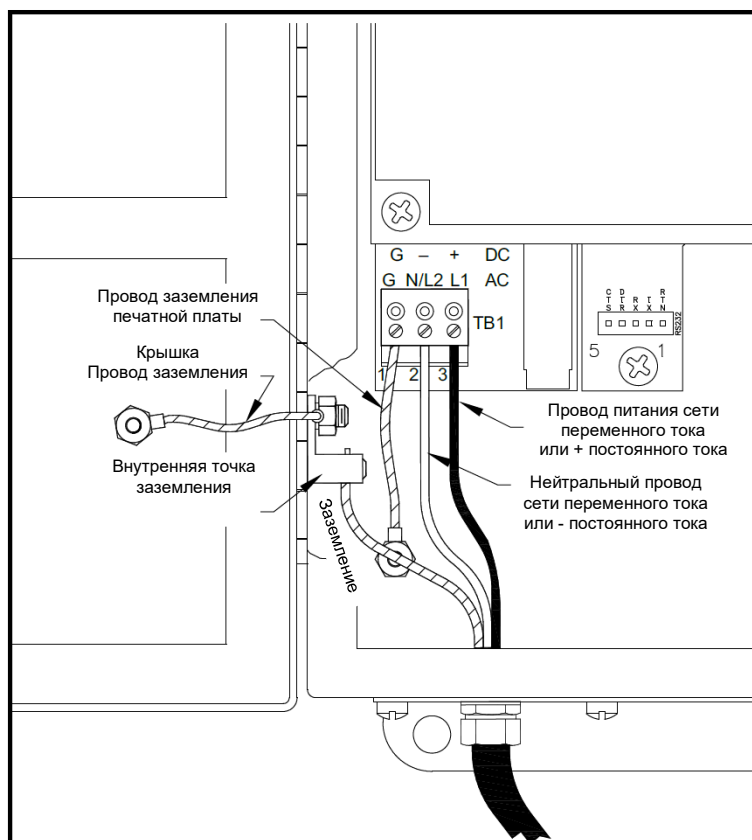

Рис. 3. Подсоединение электропитания
См. расположение клеммной колодки TB1 на рис. 3 на стр. 7 или на рис. 9 на стр. 18 и подключите питание следующим образом:
3. Подсоедините провод заземления к внутренней точке заземления, расположенной на боковой панели кожуха (см. рис. 3 ниже).
4. Подключите нейтральный провод цепи (или отрицательный провод цепи постоянного тока) к выводу TB1-2 и провод цепи питания (или положительный провод цепи постоянного тока) к выводу TB1-3, как показано на рис. 3 ниже.